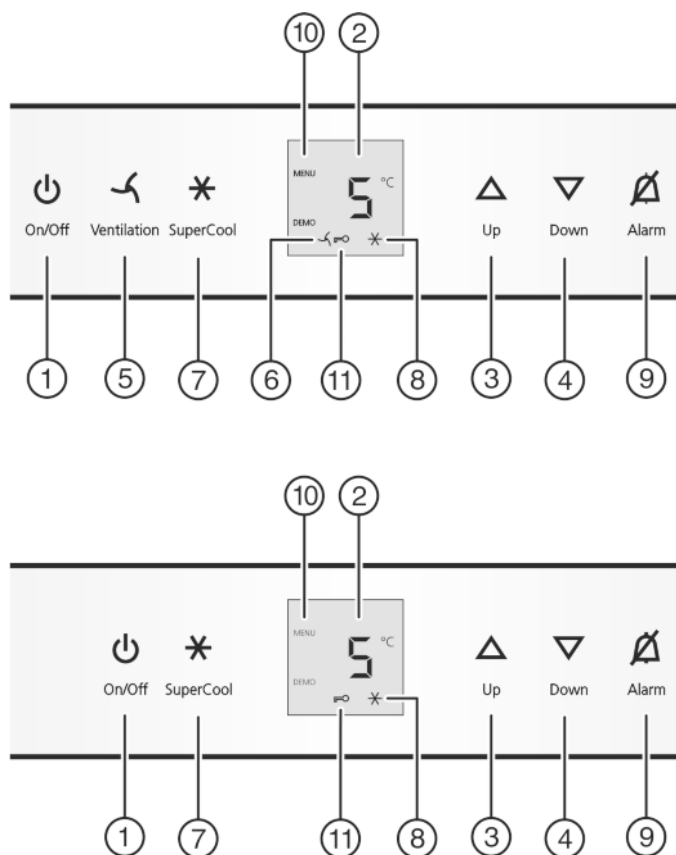

Fig. 2
- Appuyer sur la touche On/Off Fig. 2 (1).
- Activer le mode de réglage : appuyer env. 5 sec. sur la touche SuperCool Fig. 2 (7).
- Pour confirmer, appuyer brièvement sur la touche SuperCool Fig. 2 (7).
- appuyer brièvement sur la touche SuperCool Fig. 2 (7) pour activer la sécurité enfants.
- ▷ Le symbole Sécurité enfants Fig. 2 (11) est allumé. L'affichage **c** clignote.
- appuyer brièvement sur la touche SuperCool Fig. 2 (7) pour désactiver la sécurité enfants.
- ▷ Le symbole Sécurité enfants Fig. 2 (11) s'éteint. L'affichage **c** clignote.
- Désactiver le mode de réglage : appuyer sur la touche On/Off Fig. 2 (1).
- Appuyer sur la touche Alarme Fig. 2 (9).
- ▶ Augmenter la température : appuyer sur la touche de réglage Up Fig. 2 (3).
- ▶ Diminuer la température : appuyer sur la touche de réglage Down Fig. 2 (4).
- ▶ Appuyer brièvement sur la touche SuperCool Fig. 2 (7).
- ▷ Le symbole SuperCool Fig. 2 (8) s'allume dans l'affichage.
- ▷ Le symbole SuperCool Fig. 2 (8) s'éteint dans l'affichage.